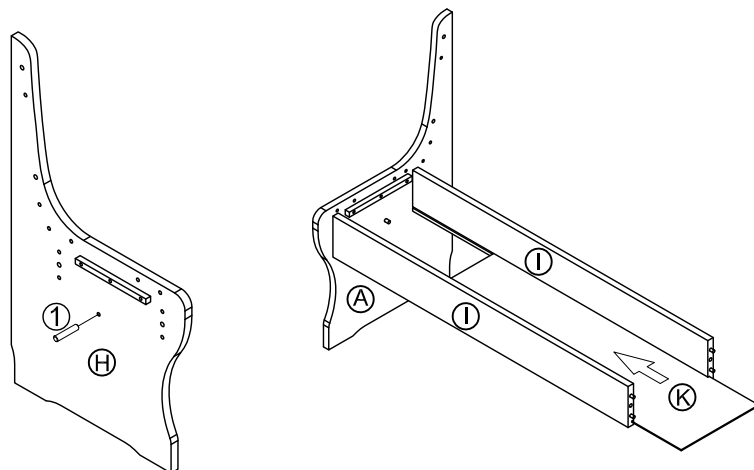

FIGURE 3.2
- 3.2 INSERT DOUBLE BENCH STORAGE BOTTOM #K THROUGH GROOVE LOCATED ON DOUBLE BENCH FRONT AND BACK RAILS #I, AS SHOWN IN FIGURE 3.2